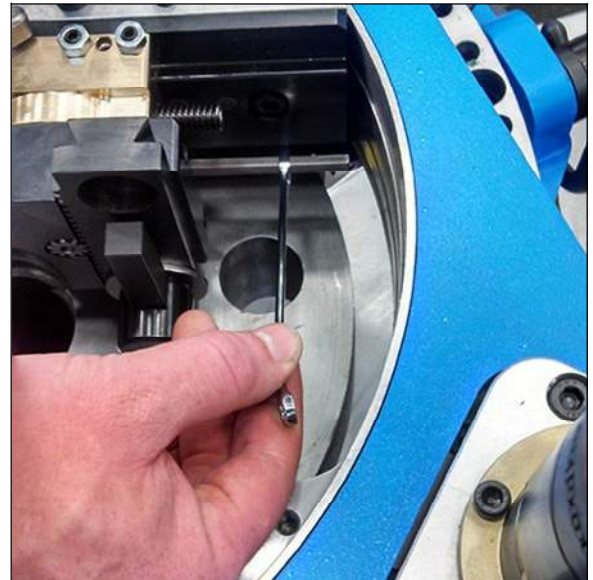

ABBILDUNG 3-26. DIE ANTRIEBSWELLE FÜR DEN AXIALEN VORSCHUB ZUR EINSTELLUNG DER WERKZEUGHÖHE DREHEN (FF1200 DARGESTELLT)
4. Verwenden Sie den mitgelieferten Schraubenschlüssel, um die Antriebswelle des axialen Vorschubs zu drehen, um die Schnitttiefe einzustellen (Abbildung 3-26).